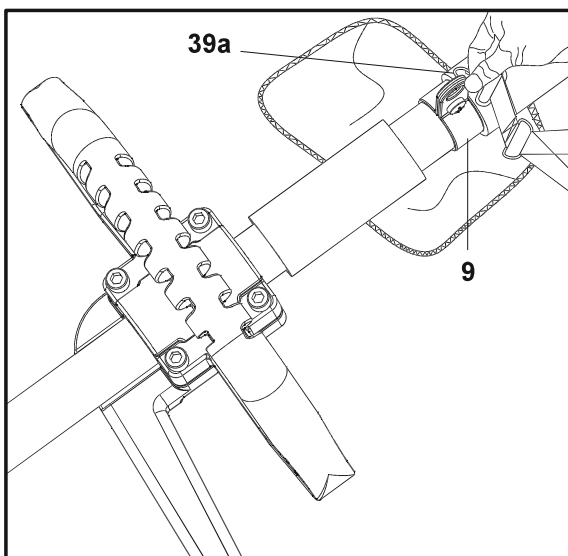

Fig. 25
3. Ajuste o comprimento do arnês (39) de forma que o grampo de fixação (9a) fique aproximadamente 15 cm abaixo da cintura.
4. Fixe o grampo de fixação (39a) na argola do gancho para pendurar (9) (Fig. 25).